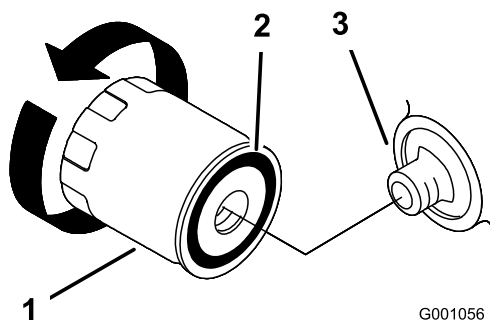

Figura 21
- Togliete il filtro usato e tergete la superficie della guarnizione dell'adattatore del filtro (Figura 21).
- Spalmate un velo di olio nuovo sulla guarnizione di gomma del filtro di ricambio (Figura 21).
- Montate il nuovo filtro dell'olio nell'adattatore, giratelo in senso orario finché la guarnizione di gomma non sfiora l'adattatore, quindi serrate il filtro di altri 2/3 di giro o 1 giro (Figura 21).